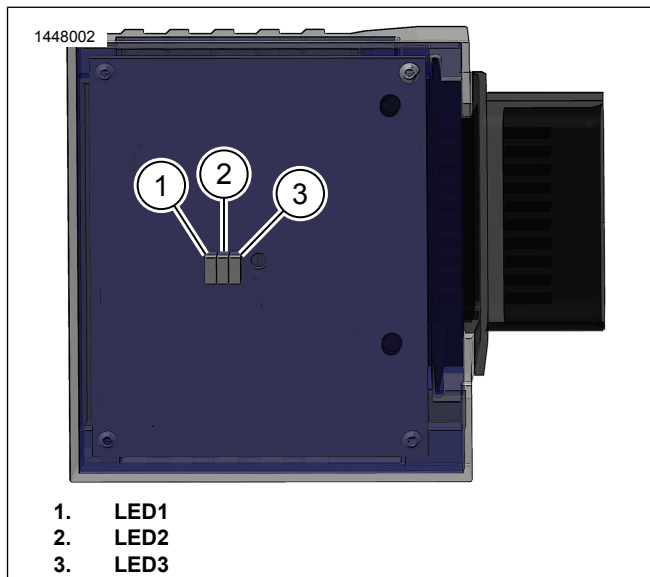

Figure 4. LED RIO
- a. Voir la figure 4. RIO-ESC contient trois LED exposées à l'arrière : Elles sont plus facilement visibles en détachant RIO-ESC de la base de la selle. Le serre-câble sur RIO-ESC le faisceau doit être remplacé s'il est coupé.
- b. Voir Figure 4 et Tableau 3 pour plus de détails sur les codes des événements. Plusieurs événements sont liés.